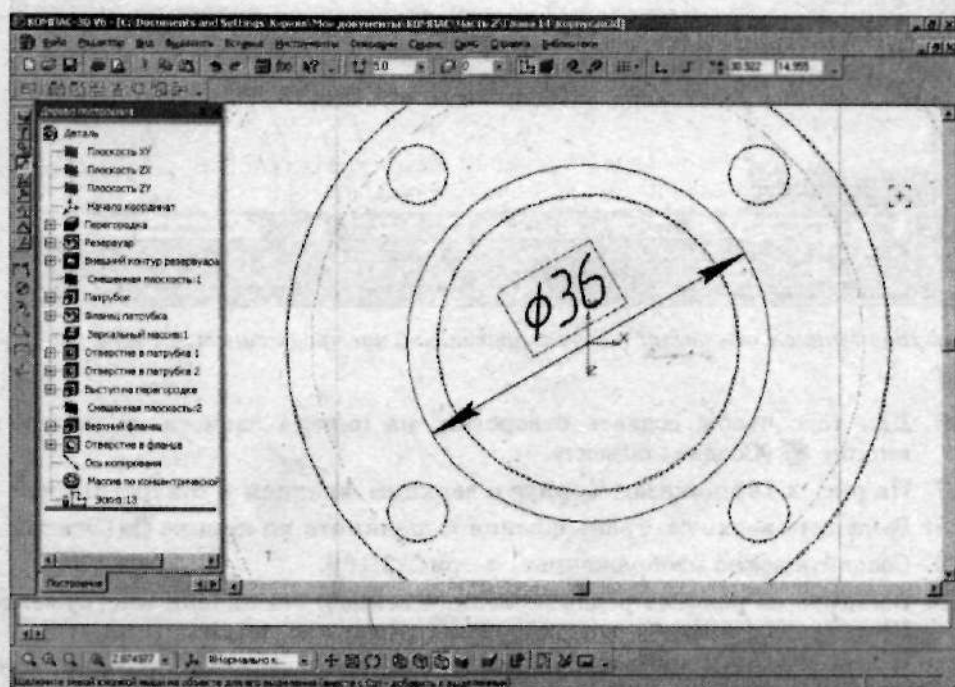

Рис. 2.166. Эскиз для создания пояска
29. Создайте эскиз изображенный на рис. 2.166.